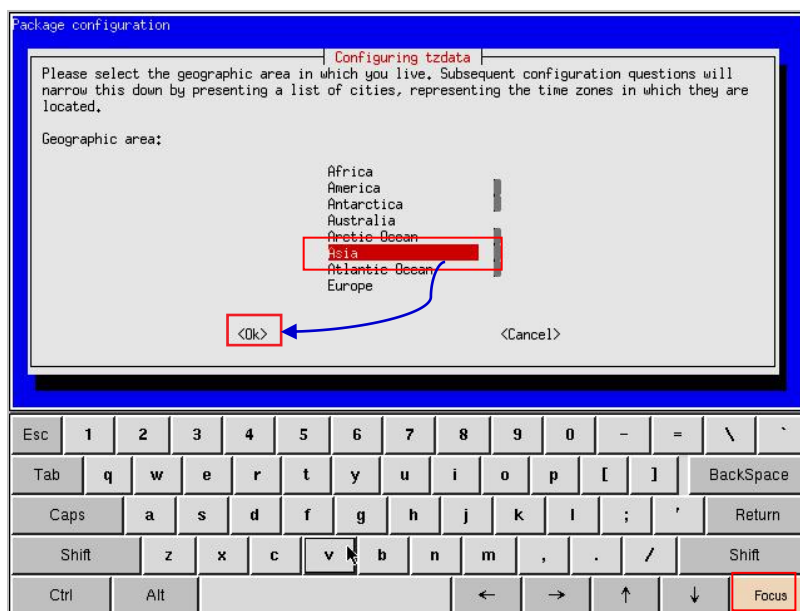

图 30 时区设置
- 4.点击[诊断/维护] → [设置时区]以访问时区选择页面，将出现一个新窗口，如图 30 所示。